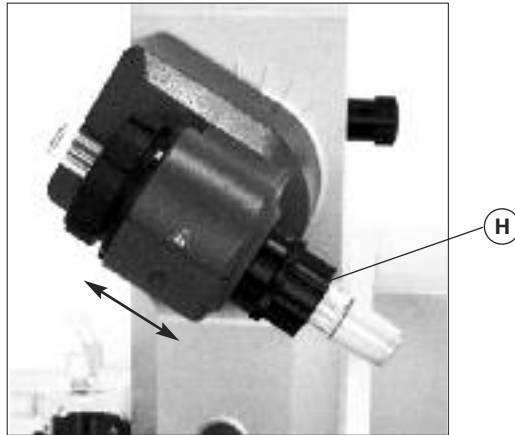

Fig. 10
- ☞ Verriegeln Sie anschließend diese Arretierung durch Drehen um 60° im Uhrzeigersinn (Fig. 10).